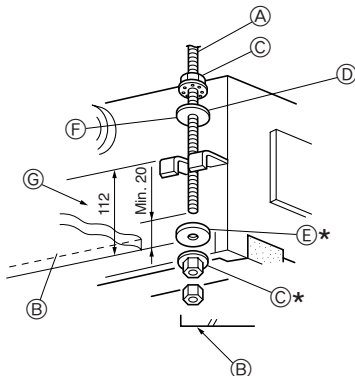
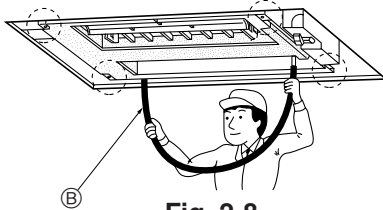

Fig. 2-7
Fig. 2-8
1. Rondelaları ① ② (birlikte verilmiştir) ve somunlarını (yerel tedarik) önceden askı civatalarına vidalayın. (Fig. 2-7)
- * Bu işlemi şu sıraya göre gerçekleştirin (yukardan başlayarak): somun, izolasyonlu rondela ②, izolasyonsuz rondela ①, iki somun.
- * İzolasyonlu rondelayı ② resimdeki gibi izolasyonlu yüzeyi aşağıya doğru gelecek şekilde takın.
2. Ünitedi, askı civatası ile iyice hizalanmış olarak monte edileceği yere kaldırın. Mesnedi, yerlerine takılmış olan ① ve ②, rondelaların arasına geçirdikten sonra yerine tespit edin. Bu işlemi dört noktanın tümünde gerçekleştirin.
A) Askı civatası (3/8" veya M10)	E) Rondela ①
D) Rondela ② (izolasyonlu)	G) Mesnedin üst yüzüne kadar uzaklık
4. Bir tesviye ruhuyla ya da içinde su olan bir şeffaf plastik boruyla dört köşenin de teraziye olduğunu kontrol edin. (Fig. 2-8)